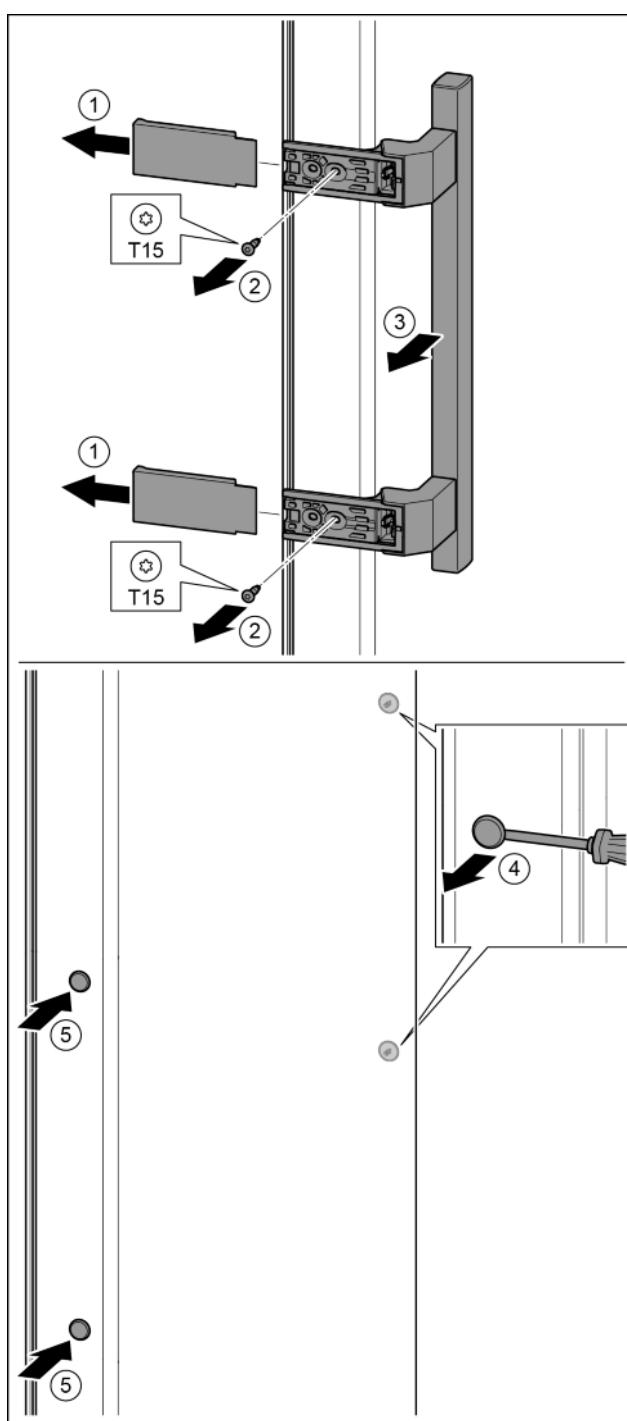

Fig. 21
- ▶ Skinite pokrov. Fig. 21 (1)
- ▶ Odvijačem T15 odvijte vijke. Fig. 21 (2)
- ▶ Skinite ručicu. Fig. 21 (3)
- ▶ Odvijačem oprezno podignite bočni čep i izvucite ga. Fig. 21 (4)
- ▶ Ponovo umetnите čep na drugoj strani. Fig. 21 (5)